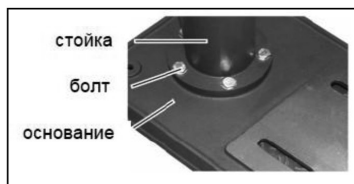

Рис. 4
6.2. Установите на основание стойку (11) и закрепите ее болтами (рис. 4).